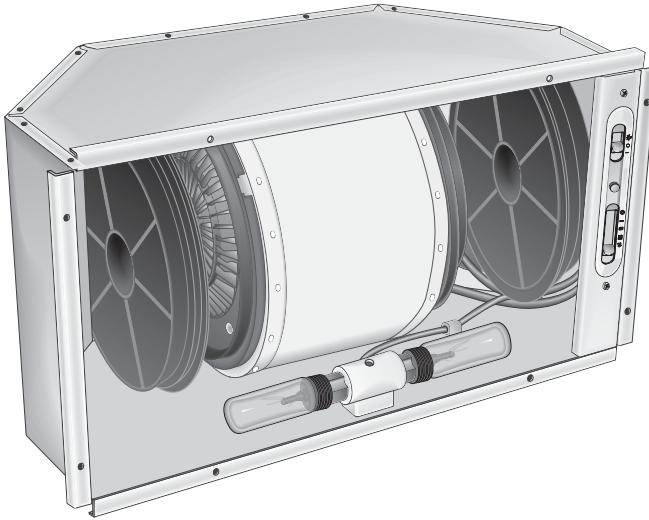

Fig.2
- for assembly, slide the new filter inside the two nibs that are located on the side of the motor and then rotate it anti-clockwise in order to lock it (Fig.2).
- pour le montage, le nouveau filtre doit être enfilé dans les deux ergots sur le côté du moteur et puis le faire pivoter dans le sens contraire des aiguilles d'une montre pour le bloquer (Fig.2).
- per il montaggio, il nuovo filtro deve essere infilato nei due naselli a lato del motore e poi farlo ruotare in senso antiorario per bloccarlo (Fig.2).